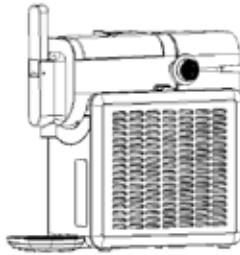

Fig. 2
8. Posizionare la griglia raccogli gocce nella vaschetta raccogli gocce e far scorrere la vaschetta raccogli gocce sotto l'apparecchio (Fig. 2).